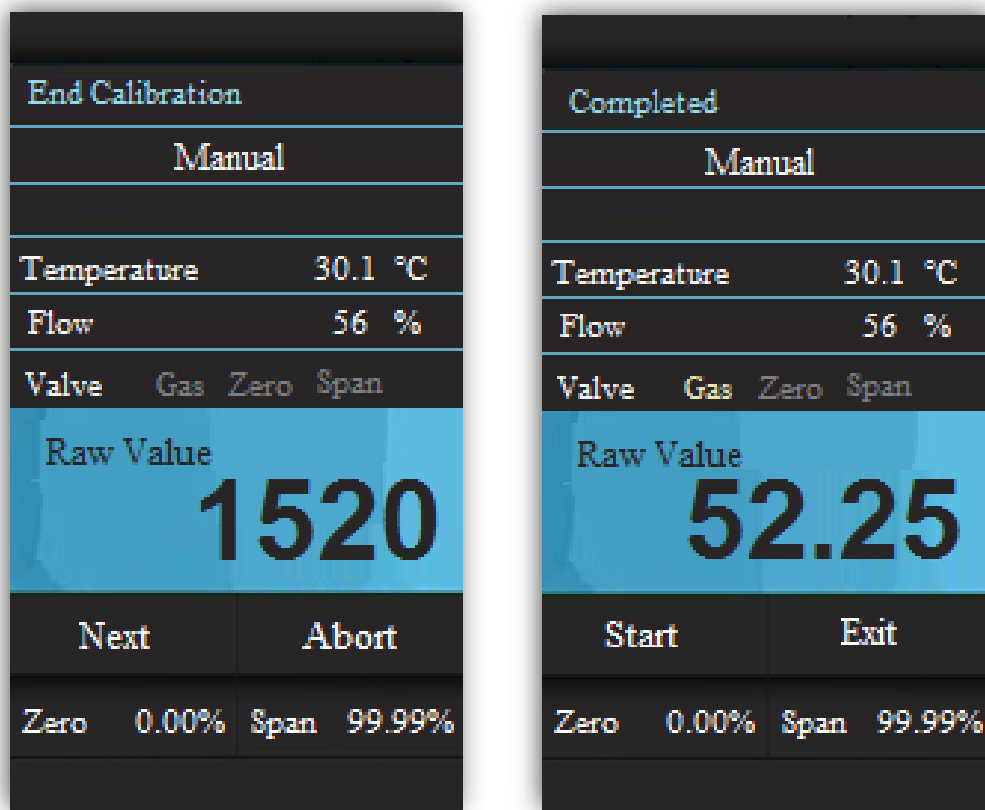

Figura 40 : Pagine End Calibration e Completed per la Calibrazione Manuale
- g. La Pagina *End Calibration* mostra il valore effettivo di origine (raw value) del gas di analisi (Figura 40 lato sinistro). Se il valore letto è accettabile, premere il tasto *Next* per confermare il processo di calibrazione e per salvare i relativi dati.
- h. La procedura di calibrazione manuale è stata completata con successo. Premere il tasto *Exit* (Figura 40 lato destro).